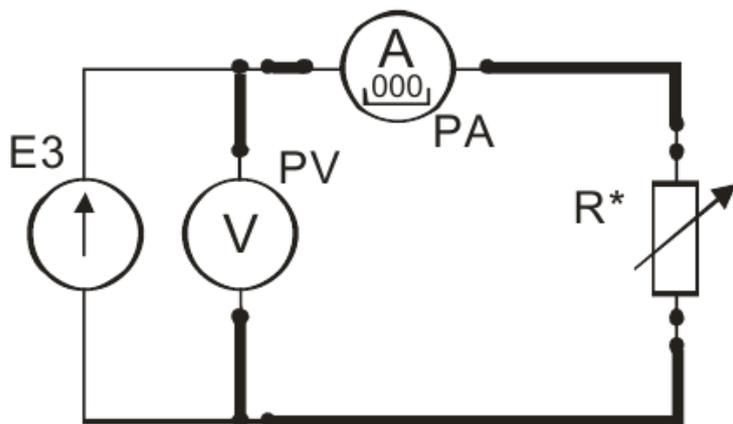

Рис. 1
2.2. Экспериментальное определение величины сопротивления резистора. Собрать схему по рис. 1. В качестве резистора  $R^*$  использовать резистор R11 или R10 (табл. 1). В соответствии с заданным вариантом установить соответствующий тумблер в заданную позицию (1, 2 или 3). Представить схему для проверки преподавателю.